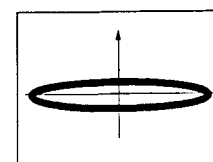

Fig. 2
4. Régler la réfraction avec précision de manière que l'amplitude de l'axe Y de la courbe de Lissajous soit minimisée. (Fig. 2)
9. Ouvrir à nouveau la boucle d'asservissement TRKG et observer la courbe de Lissajous pour vérifier que l'amplitude de l'axe Y est au minimum. (Fig. 2)